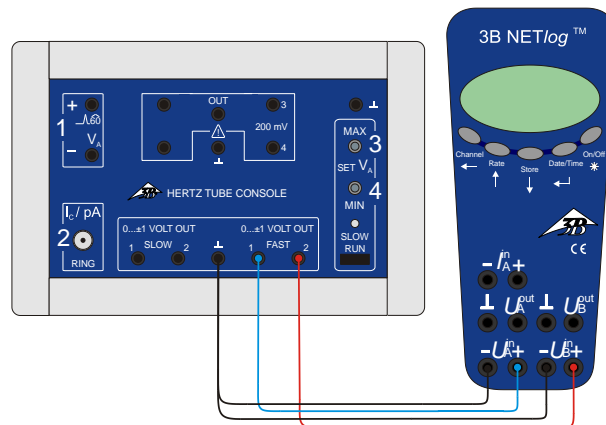

Fig. 2 Conexión del 3B NET/log™ en la unidad de control para tubos de potenciales críticos
- Se conecta la salida Fast 1 de la unidad de control en el entrada A, y resp. la salida Fast 2 en la entrada B de la 3B NET/og™. (ver Fig. 2)